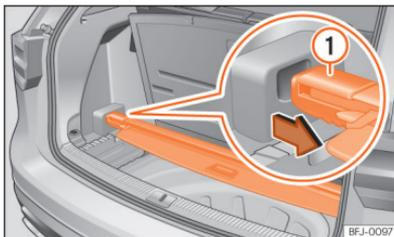

Abb. 196 Unter dem Gepäckraumboden: Gepäckraumabdeckung verstauen.
- Legen Sie die Gepäckraumabdeckung in die dafür vorgesehene Aufnahme »» (Abb. 196).